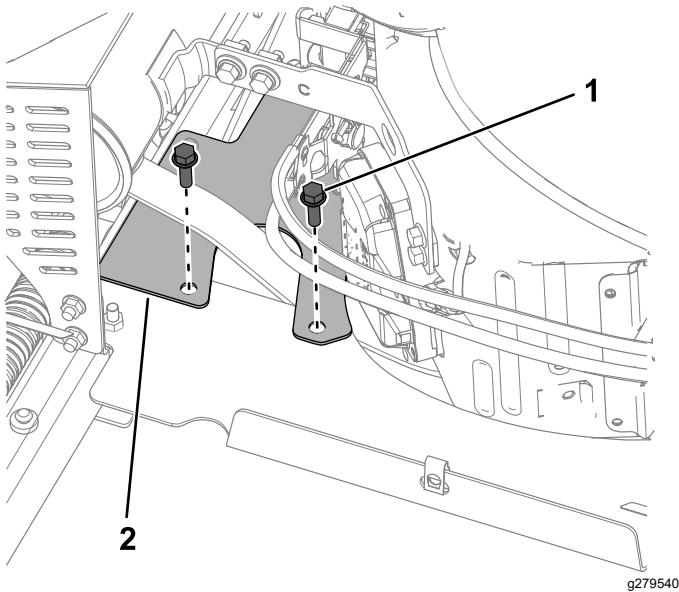

Figure 22
2. Montez le protège-courroie comme montré à la Figure 22. Serrez les boulons à un couple de 20 à 25 N·m.